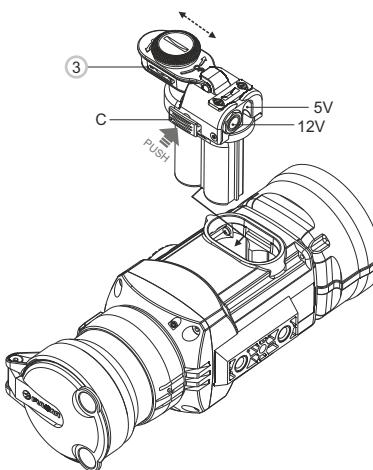

Abb. 3
- Instale el adaptador de alimentación externa en el contenedor de baterías del monocular (ver fig. 3). Asegúrese de que los cierres (C) cierran en su lugar de ambos lados. Fije la tapa (6) en el adaptador (ver fig. 3).
- Enciende el dispositivo pulsando brevemente el botón "ON/OFF" (9). Para extraer el adaptador de alimentación externa, presione los pestillos de ambos lados y tirelo.